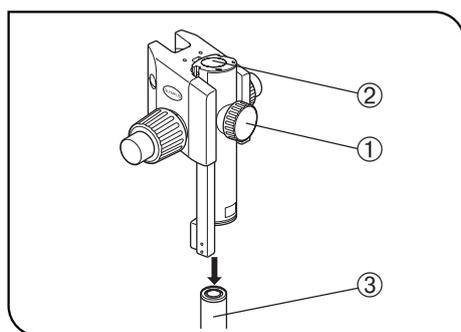

Abb. 16
### 2 Montieren der Fokussiereinrichtung (Abb. 16 & 17)
1. Zunächst die Feststellschraube der Fokussiereinrichtung ① vollständig lösen. Die Fokussiereinrichtung mit beiden Händen festhalten und die Säule ③ von unten in die Montagebohrung ② einführen. (Abb. 16)
2. Die Fokussiereinrichtung bis zum Anschlag absenken, anschließend die Feststellschraube der Fokussiereinrichtung ① anziehen. (Abb. 16)
★ Wenn die Feststellschraube ① angezogen wird, solange die Säule ③ nicht vollständig in die Montagebohrung ② eingeführt ist, verformt sich die Blattfeder, die die Säule unterstützt. In diesem Fall lässt sich die Säule nicht mehr in die Bohrung einschieben. (Abb. 16)